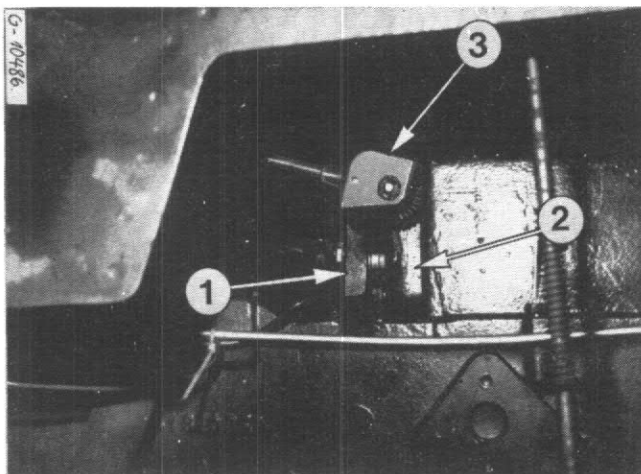

Fig. 29
- Oter le couvercle (2, Fig. 29) du cylindre.